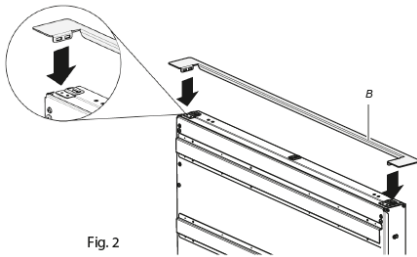

Fig. 2
3. Coloque as abas da moldura de acabamento nos furos de instalação. (Fig. 2)